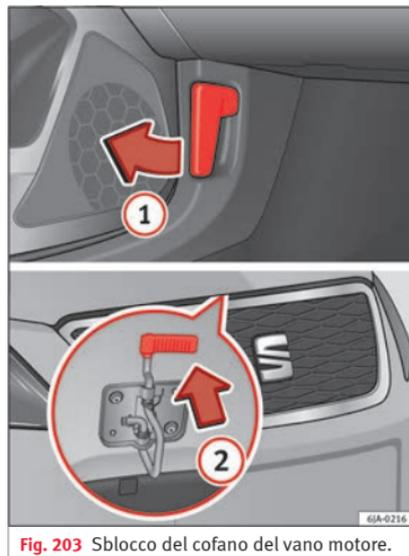

Fig. 203 Sblocco del cofano del vano motore.
- Tirare la leva ① » fig. 203 situata sotto il cruscotto nella direzione indicata dalla freccia.
- Tirare la leva di sicurezza nella direzione indicata dalla freccia ② » fig. 203, il cofano si sbloccherà.